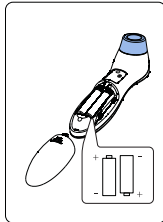

Abbildung 9
3. Entfernen Sie die Batterie und legen Sie 2 neue AAA-Alkalibatterien ein, wie in Abbildung 9 dargestellt.